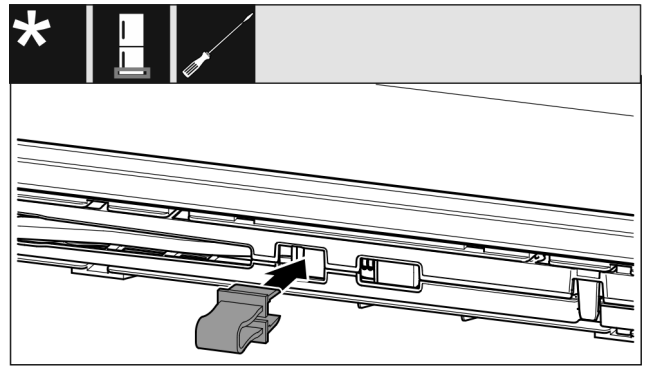

Fig. 14
- ▶ Innestare il fusibile nell'apertura. (vedere Fig. 14)